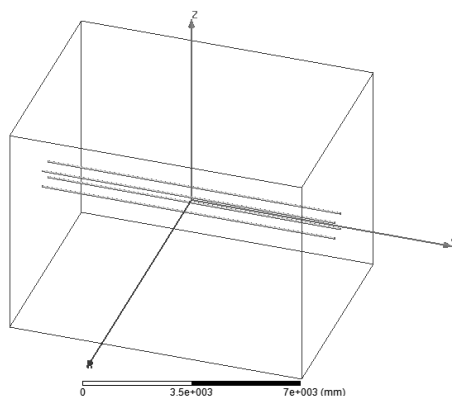

图 19-12 建立求解区域
Step3 : 图 19-12 所示为设置完成的求解域模型。